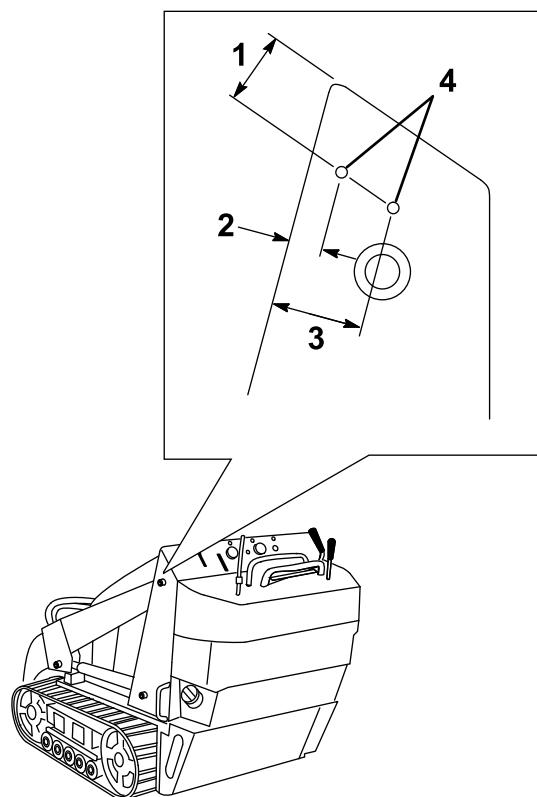

Figura 4
1. Mida desde los bordes del bastidor, según se muestra en Figura 4, y marque la posición de los taladros de montaje del soporte del protector.